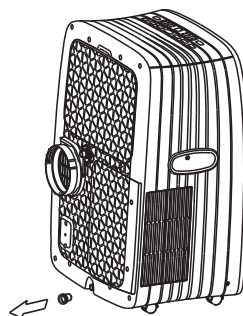

Fig. 23
Mover cuidadosamente al unidad hacia la ubicación del desagüe, quitar el tapón de desagüe inferior y dejar correr el agua (Fig. 23), Reinstalar el tapón de desagüe inferior y Reiniciar la unidad hasta que el símbolo "P1" haya desaparecido. Si el error se repite, comunicarse con el servicio técnico.
- Quitar el tapón de la salida de desagüe inferior, toda el agua en la bandeja inferior drenará afuera (Ver Fig. 23).